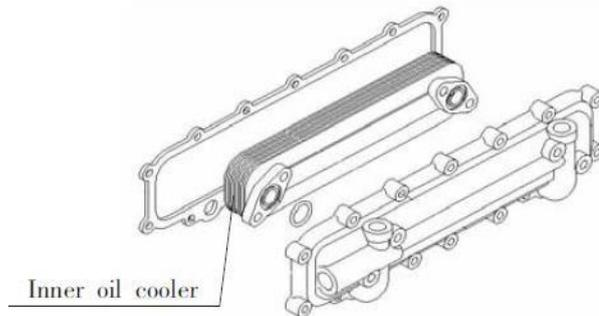

Fig 5-39 Inner-oil Cooler Installation
4.7 Внутрішній масляний охолоджувач використовується в чотирициліндрових дизельних двигунах з двовальною системою балансування і для двигунів серії 6N. Вставте ущільнювачі в ущільнювальні канавки масляних охолоджувачів. Вирівняйте два масляні отвори кришки відповідно до положення масляного охолоджувача; використайте гвинти та затягніть їх, встановіть плату кришки з прокладкою на блок циліндрів. Знову натягніть ремені від середини до кожного боку (див. Рис. 5-39 Встановлення внутрішнього масляного охолоджувача).